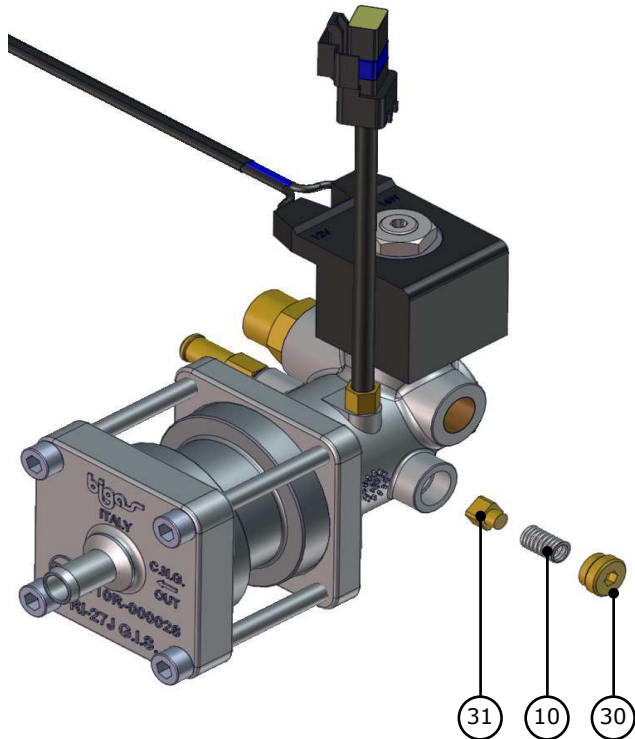

Fig. 1
- 1)** Svitare il tappo della valvola di sicurezza (30), sfilare la molla (10) e il pistoncino completo di pasticca (31), (fig.1);
*Unscrew the safety valve cap (30), extract the spring (10) and the complete piston (31), (fig.1);*